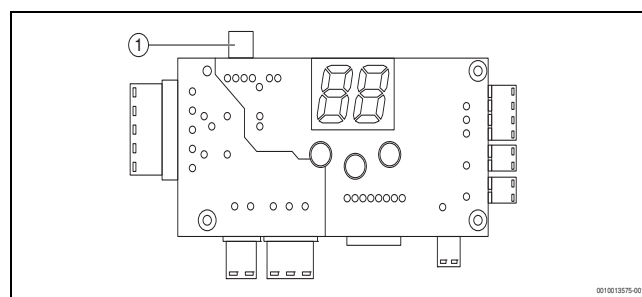
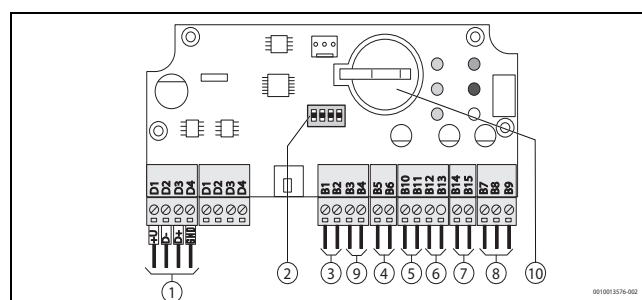

Bild 3 Anschluss D der Heizgerätedieneinheit
Bild 4 Anschlüsse des EKR-Moduls
- ▶ Steuerung des Heizgerätes (Anschluss D→Abb. 3) an den gekennzeichneten Klemmen des EKR-Moduls (Anschluss J1→Abb. 4, [1]) mit dem Datenkabel verbinden. Das Datenkabel ist Bestandteil der Lieferung.
- Anschluss B7 (NC), B8 (COM), B9 (NO) (J10) - Störungsmeldungen Heizgeräte
Die intelligente Warmwasserbereitung (iWW) ist nur möglich, wenn das EKR-Modul und der externe Temperaturfühler des Warmwasserspeichers (SEN2) an die Geräteelektronik angeschlossen sind. Dabei generiert die Regelung einen Bedarf oder zählt für die Aufheizung vom Zeitpunkt der WW-Entnahme zurück. Diese Funktion wird durch das EKR-Modul bereitgestellt, das eine Echtzeituhr (RTC-Modul) für die Zeitsteuerung enthält. Entsprechend dem so festgelegten Zeitplan wird die Warmwasserbereitung vor dem üblichen Warmwasserverbrauch aktiviert bzw. im umgekehrten Fall unterdrückt. Die Funktion ist aktiv, wenn der Warmwasserspeicher installiert und für den Parameter SE65 der Wert 1 festgelegt wurde. Die Parameter (SE65 und SE66) sind für den normalen Speichertyp bereits festgelegt. Die übrigen Parameter stimmen mit denen für die standardmäßige Warmwasserbereitung überein (außer WW-Thermostat). Der Zeitspeicher arbeitet mit einer CR2032-Batterie (→ Bild. 4, S. 5, [10]), die alle 5 Jahre auszutauschen ist. Die Batterielebensdauer beträgt bis zu 10 Jahre.